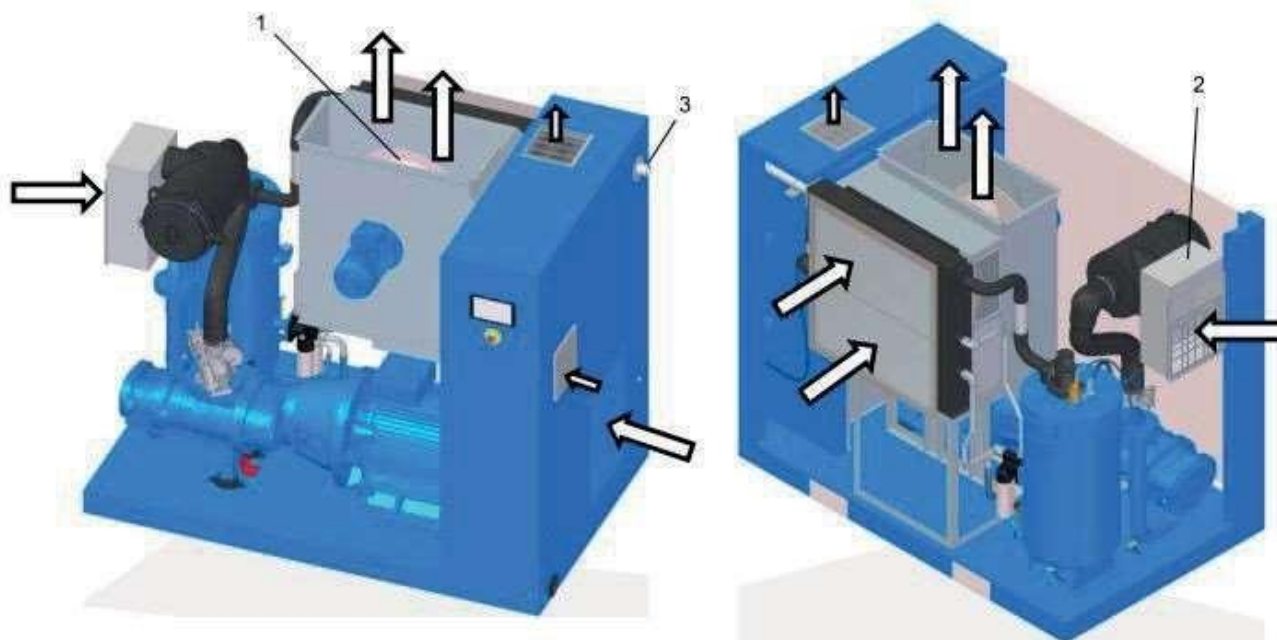

Рис. 14: Схема потоков охлаждающего воздуха и сжатого воздуха. Винтовой компрессор GEAR XP 45 – 90, VARIABLE XP 45 – 90
- Вентилятор охлаждения (Рис. 14 поз.1)
- Воздушный фильтр (Рис. 14 поз.2)
- Подача сжатого воздуха потребителю (Рис. 14 поз.3)